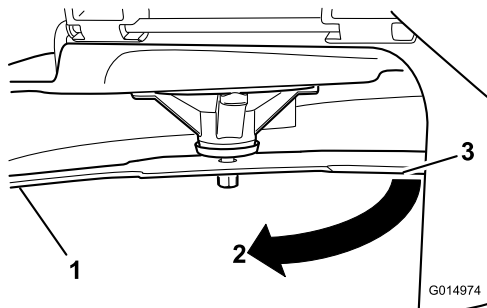

Figure 95
3. Seconde distance mesurée entre la lame et la surface (B)
4. Tournez la même lame de 180 degrés pour amener le tranchant opposé à la même position (Figure 95).